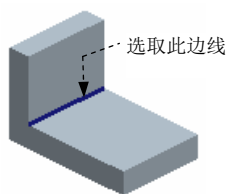

图 5.13.2 选取圆角边线
Step3. 选取圆角放置参考。在图 5.13.2 中的模型上选取要倒圆角的边线，此时模型的